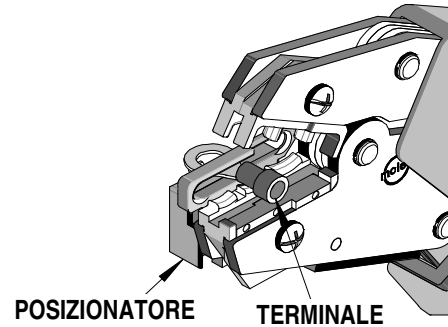

Figura 1
4. Se si utilizza un posizionatore, sollevare il posizionatore e inserire il terminale nel sostegno corretto con il cilindro rivolto verso l'alto e contro la barra del posizionatore. Rilasciare la lama del posizionatore per mantenere in posizione il terminale. Vedere Figura 1. Il posizionatore può essere alzato o abbassato in modo che il terminale risulti perfettamente piatto e diritto nello strumento. Per operare con i giunti occorre rimuovere il posizionatore.